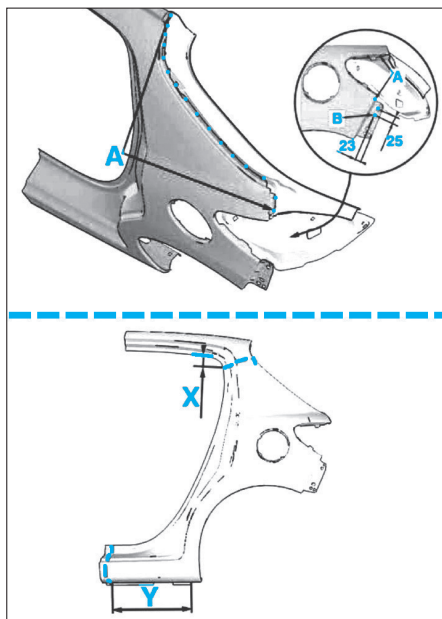

FIG. 44
- Découper l'aile AR neuve, comme illustré (Fig.44).